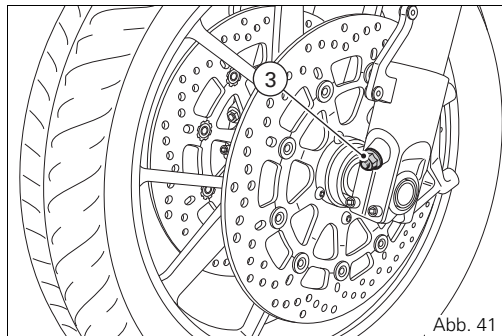

Abb. 41
- 3) zur Änderung der hydraulischen Dämpfung in der Druckstufe (Abb. 41).
Unter Anwendung eines Schlitzschraubendrehers die sich im unteren Bereich der Radaufnahmen befindliche Einstellschraube (3, Abb. 41) drehen und so die hydraulische Dämpfung in der Druckstufe entsprechend ändern.